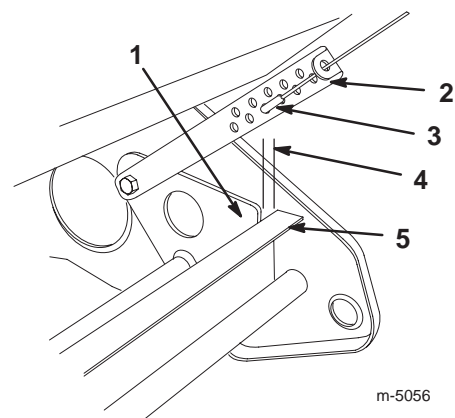

Bild 12
4. Der Abstand zwischen der Schwenkplatte und dem Radrahmen muss 0 bis 3 mm betragen (siehe Bild 12).
Lösen Sie das Z-Teil von der Schwenkkabeleinstellung (Bild 12) und bringen Sie das Z-Teil in einer anderen Öffnung an der Schwenkkabeleinstellung an, um den richtigen Abstand zwischen der Schwenkkabeleinstellung und dem Radrahmen zu erreichen.